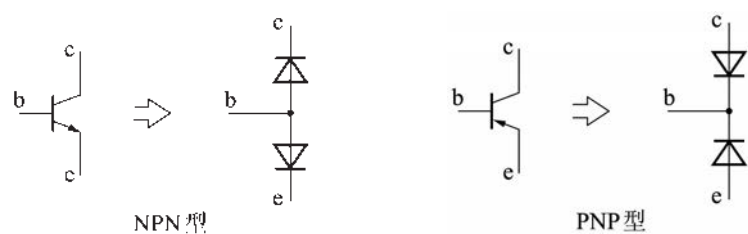

图 2-23
(2) 三极管的测量。三极管从它的内部结构来看,相当于两个二极管组合而成,如图2-23。
所以在测量三极管时可参考二极管的测量方法。例如有一个型号为9013的NPN型三极管,按照图2-23所示,只须测量bc、be之间的正向电阻(阻值应很小)和bc、be之间的反向电阻(阻值应很大),便能判别三极管的性能好坏。